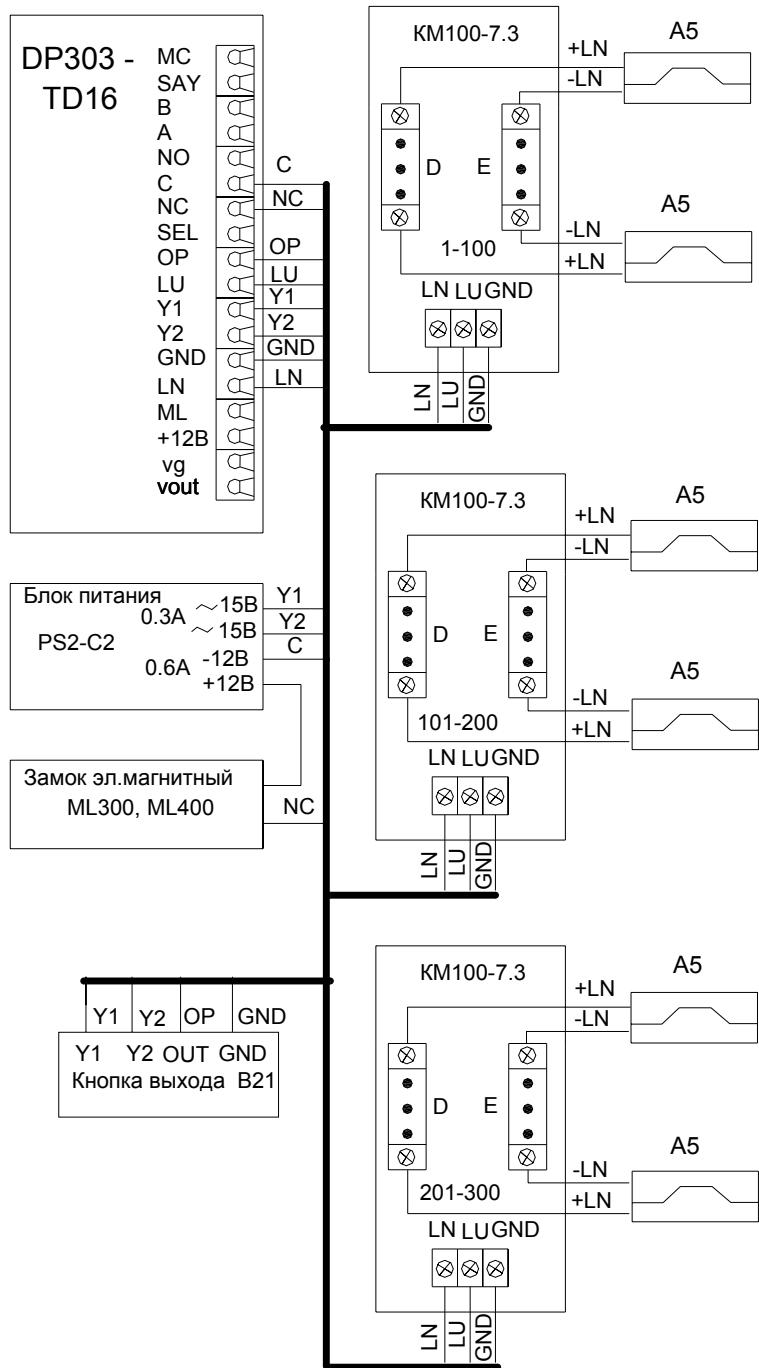

Рис.3 Пример схемы подключения DP303-TD16 в составе домофонного комплекса.
- "занято" – показывает, что разговорная линия занята другим блоком вызова, параллельно подключенном к данному блоку вызова (см.рис. 3)
Блок вызова соединяется с остальными блоками системы согласно приведенной монтажной схеме (рис.3).
Блок питания подключается к замку и блоку вызова согласно приведенной монтажной схеме (рис.3). Блок питания и коммутатор имеют специальные клеммные колодки для подключения проводов с соответствующими обозначениями. Для подключения блока питания к сети 220 В **обязательно(!)** должна быть установлена розетка.
С абонентскими пультами коммутатор соединяется согласно приведенной монтажной схеме (рис.3) по двум десятипроводным шинам, проложенным в стояке
Пульт подключается к соответствующим проводам (клемма «+» пульта к шине десятков D0..D9 коммутатора, клемма «-» к шине единиц E0..E9 коммутатора). Схема соединений блоков комплекса приведена на рис.3.
Электромагнитный замок подключается к блоку питания и к блоку вызова согласно схеме на рис.3. Цепи коммутации электромагнитного замка в блоке вызова содержат схему размагничивания. При подключении следует соблюдать полярность напряжения, указанную на схеме, во избежание выхода из строя блока вызова.